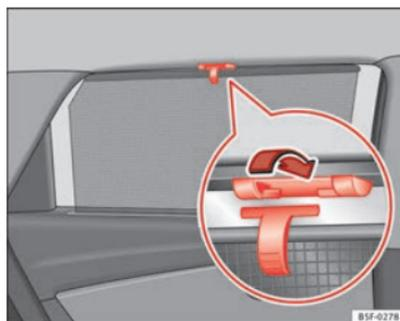

Fig. 69 Glace arrière : store pare-soleil
- Déroulez le store et accrochez-le au crochet situé au centre du cadre supérieur de la portière ⇒ fig. 69.